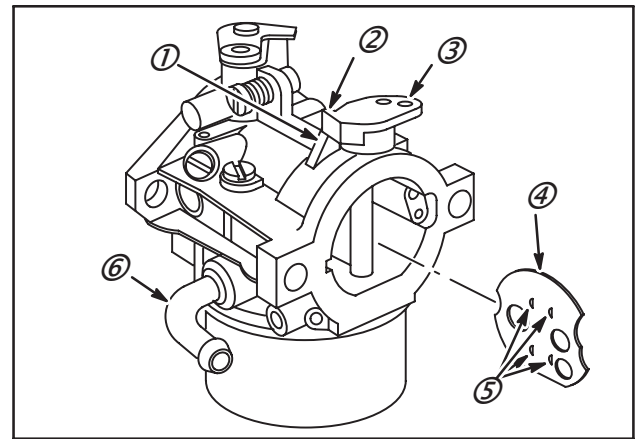

Fig. 113
1. Introduire le ressort dans le joint large en mousse et glisser le joint et le ressort sur l'axe de starter avec l'extrémité droite du ressort tournée vers le levier d'axe de starter (3).
2. Introduire l'axe de starter dans le corps du carburateur jusqu'à ce que le crochet du ressort soit dans son ancrage (1).
3. Lever légèrement l'axe de starter et le levier et tourner dans le sens contraire des aiguilles d'une montre jusqu'à ce que la butée du levier (2) dégage l'ancrage du ressort (1), puis pousser l'axe vers le bas, Fig. 113.
4. Introduire le volet de starter (4) dans son axe et le levier avec les bossages (5) tournés vers le côté admission (6). Les bossages contribuent à maintenir et à aligner le volet de starter sur l'axe.